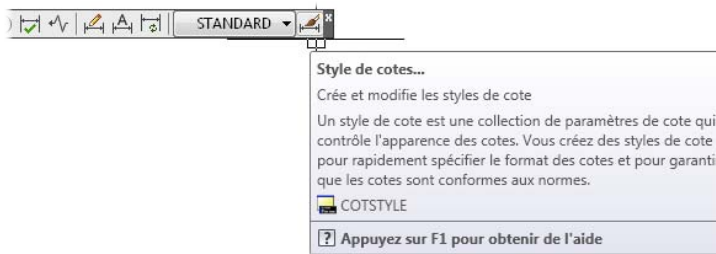

Figure 5.76
1. Sélectionnez l'outil Style de cotes de la barre d'outils Cotation (voir Figure 5.76).